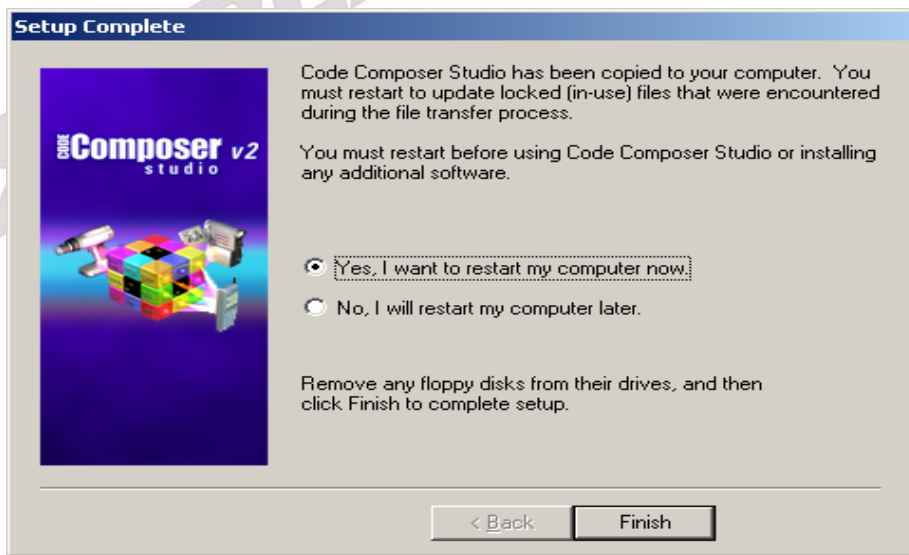

图 7.5 CCS5000 软件安装示意图 4
- F. 然后继续点击 next 后，将自动进行安装。等到安装结束后，按照图 7.5 选择重新启动计算机。